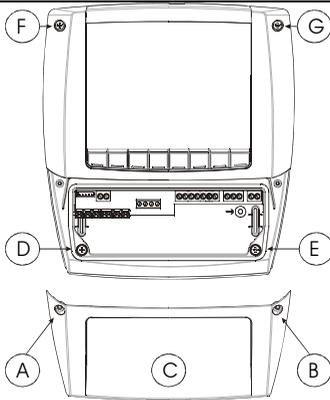

FIG. 1
- Die 4 sichtbaren Schrauben lösen (Bild 1, A, B, F, G) und die Front abnehmen (Bild 1, C).
- Zwei Schrauben (Bild 1, D, E) lösen, welche die Front und dahinterliegendes Teil verbindet. Danach hat man zwei Teile.
- Die Front mit den vorgesehenen 4 Schrauben wieder anschrauben (Bild 1, D, E, F, G). Bitte nicht zu fest anziehen, da sonst das Kunststoffgehäuse beschädigt werden könnte.
2. Die 4 sichtbaren Schrauben lösen (Bild 1, A, B, F, G) und die Front abnehmen (Bild 1, C).
3. Zwei Schrauben (Bild 1, D, E) lösen, welche die Front und dahinterliegenden Teil verbindet. Danach hat man zwei Teile.
7. Den hinteren und vorderen Teil miteinander verbinden und mit den vorgesehenen 4 Schrauben verbinden (4x35 mm), siehe Bild 1, A, B, D, E. Max. Tafelstärke: 6mm.